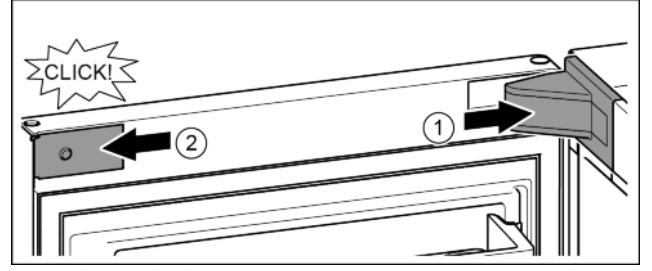

Fig. 16
- Yatak mesnedi kapağını takın ve yerine oturtun, gerekirse dikkatli bir şekilde bastırıp ayırın. Fig. 16 (1)
- Kenarı yandan dayayın ve yerine yerleştirin. Fig. 16 (2)